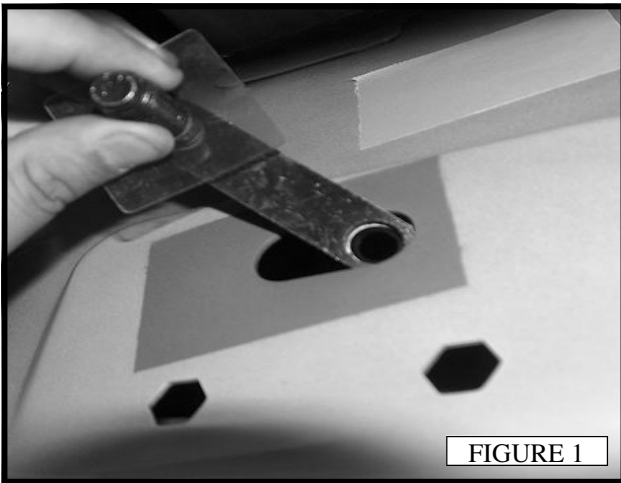

FIGURE 1
2. Starting at the passenger side, remove the tape that covers the front running board holes. This is located at the inner rocker panel behind the front tire. (FIGURE 1)
3. Partially thread (1) M11 plastic retainer to (1) M12 bolt/ M10 nut plate. Then place the bolt plate through the slot with the two smaller holes below. Tighten the plastic retainer so the bolt plate is secure. (FIGURE 1)
2. Commencer par le côté passager, retirer l'adhésif qui recouvre les trous avant du marchepied. Ceux-ci sont situés dans le bas de caisse intérieur derrière le pneu avant. (FIGURE 1)
3. Fileter partiellement (1) M11 butoir plastique sur (1) plaque à M12 boulon/M10 écrou. Puis, placer la plaque à boulon à travers la fente avec les deux plus petits trous en dessous. Serrer le butoir plastique pour que la plaque à boulon soit fixée solidement. (FIGURE 1)